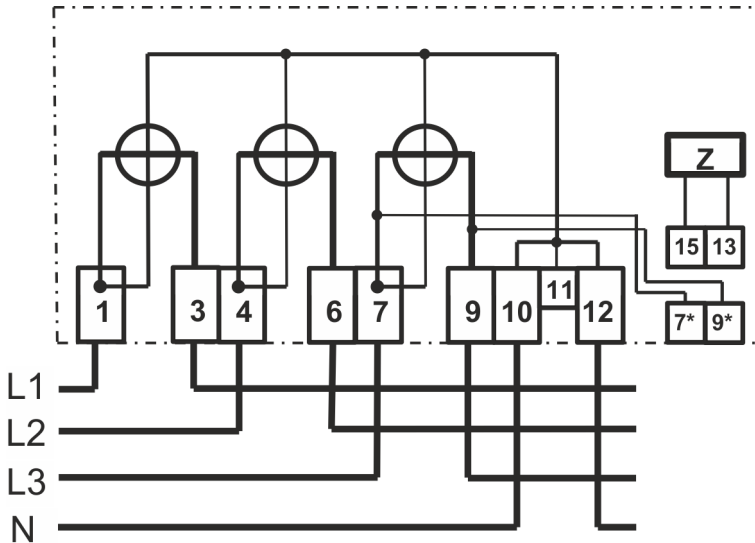

Abb. 16: Anschlussbelegung Q3B, inklusive Zusatzklemmen
4. ➔ Anschlussleitungen des Energieversorgers gemäß Anschlussplan (Abb. 16) an die Klemmen 1 (L1), 4 (L2), 7 (L3), 10 (N) anschließen.
5. ➔ Vorhandene Anschlussleitungen des Anschlussnehmers (unabhängig von der Energierichtung) gemäß Anschlussplan (Abb. 16) an die Klemmen 3 (L1), 6 (L2), 9 (L3) und 12 (N) anschließen.